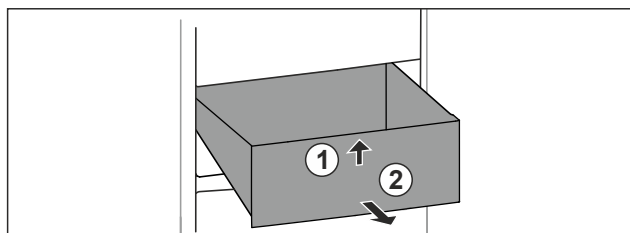

Fig. 30
- Sollevare il cassetto dal davanti. Fig. 30 (1)
- Rimuovere il cassetto tirandolo in avanti. Fig. 30 (2)